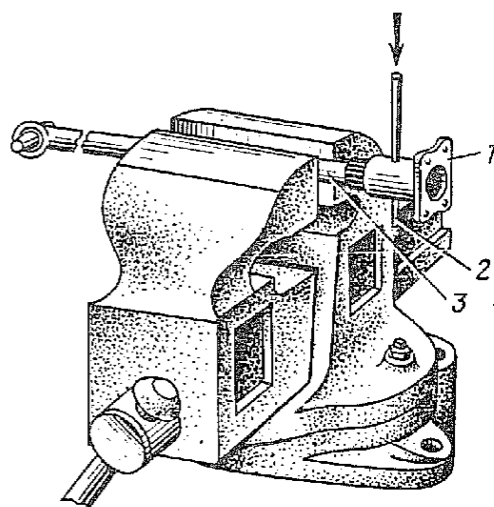

Рис. 161. Выпрессовка стопорного штифта фланца полуоси:
1.3. Выбить стопорный штифт 2 (рис. 161) и спрессовать фланец 1 с полуоси 3 (бородок слесарный 4, молоток 500 г, тиски 1-150, накладки для губок тисков, съемник).